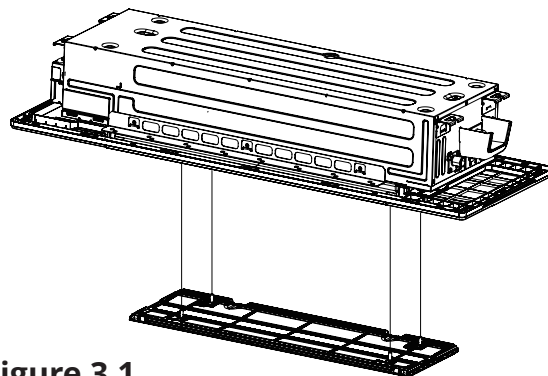

Figure 3.1
3. Ensuite, appuyez sur le bouton **DOWN (BAS)** de la télécommande. La grille d'admission d'air commence automatiquement à s'abaisser. Attendez qu'il s'arrête avant de tenter de retirer le filtre à air (**voir la figure 3.1**).